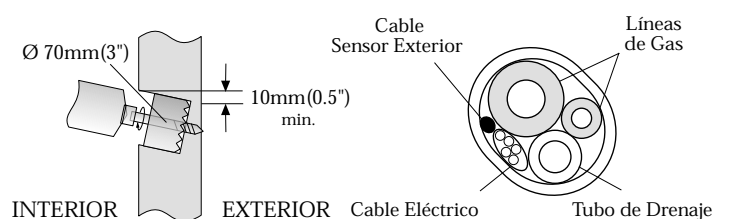

Fig. 7
- Si la ruta de refrigeración No. 3 es seleccionada, un agujero en la pared debe ser efectuado como lo muestra la Fig. 7.
- Asegúrese de que la manguera de drenaje esté en el fondo del agujero que atraviesa la pared (ver Fig. 7).